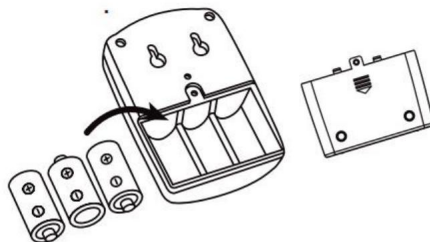

Fig. 5
6. Sätt i tre "C"-batterier i mottagaren. (Fig.5)